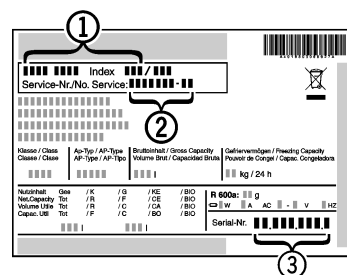

Fig. 6
- ▶ Считайте наименование устройства *Fig. 6 (1)*, сервисный номер *Fig. 6 (2)* и серийный номер *Fig. 6 (3)* с заводской таблички. Заводская табличка находится внутри устройства слева.
- ▶ Сообщите сервисной службе о характере неполадки, а также наименование *Fig. 6 (1)*, сервисный *Fig. 6 (2)* и серийный номера *Fig. 6 (3)* устройства.